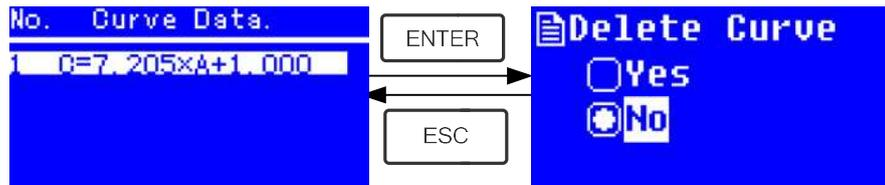

Fig. 4-16
- ★ Mover el cursor sobre la ecuación de la curva que desea eliminar y presionar , entonces el sistema pedirá confirmación una vez más. (Fig. 4-16)